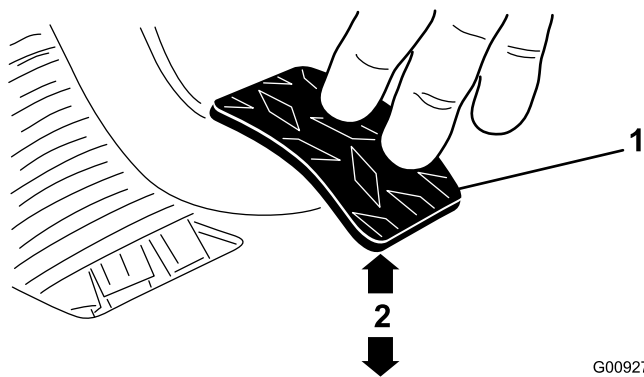

Figura 64
3. Reglai contrapiuliile sau articulaia sferică până când marginea din spate a pedalei de ambreiaj se află la 9,2-9,8 cm de partea superioară a plăcii de podea cu model diamant, atunci când aplicai pe pedală o foră de 1,8 kg. (Figura 64).